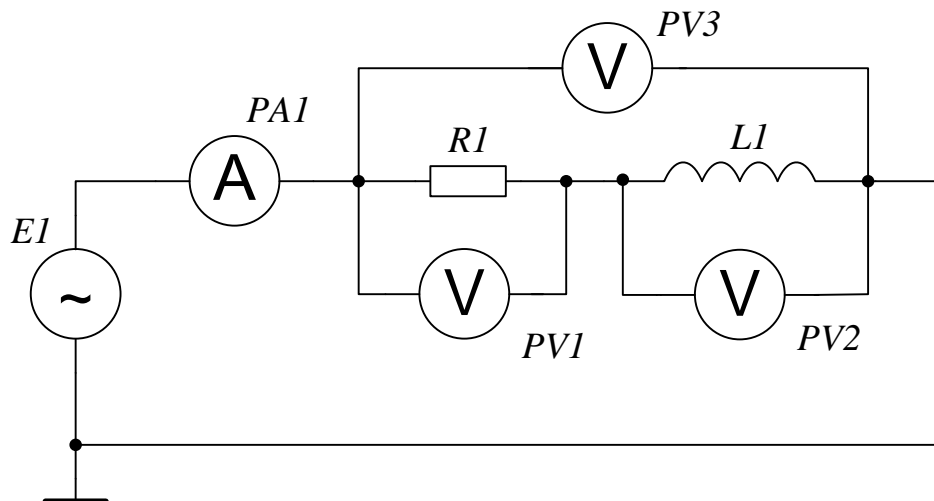

Рисунок 3.1 – Дослідження послідовного  $RL$ -кола
1. Зібрати коло згідно з рис. 3.1. Встановити параметри  $E1$ ,  $f=50$  Гц,  $R$ ,  $L$  згідно з варіантом.